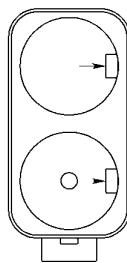

Рисунок 3.
3.4.2. Новые элементы питания (2 шт.) типоразмера D необходимо установить в отсек батарейный 13 (см. рис. 9а, 9б, 9в), в соответствии с полярностью, указанной на внутренней стороне крышки отсека. Для открытия крышки батарейного отсека необходимо повернуть ручку крышки в положение «ON». Для выемки разряженных элементов питания необходимо отогнуть удерживающие прижимы (показано стрелками на рис.3).